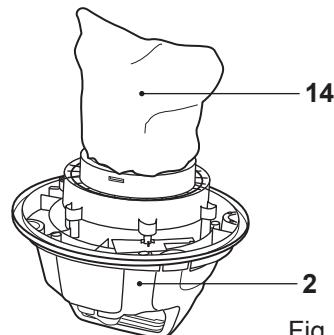

Fig. 17
Monte sempre o filtro de pó (14) na unidade do motor (2) para operações de aspiração a seco (Fig. 17). Operar o produto sem o filtro de pó (14) pode danificar a unidade do motor.
- > Inspecione o filtro (14) com regularidade. Substitua-o filtro por um filtro novo, se necessário.
- > Lave o filtro (14) com frequência, com água limpa e deixe-o secar ao ar. Não aguarde até que o filtro esteja totalmente sujo. Recomendamos que inspecione o filtro quando o produto não alcançar uma potência de sucção suficiente.